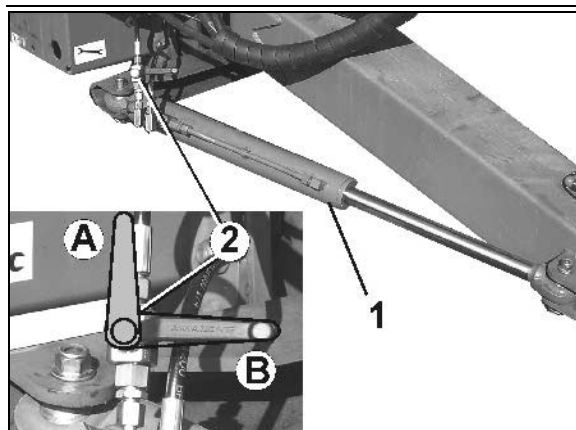

Fig. 59
- Det styrbara draget (Fig. 59/1) måste vara placerat i nolläge (i rak linje med maskinen).
- **Styrbart drag:** Stäng avstängningskranen (Fig. 59/2) på hydraulcylindern (position B).